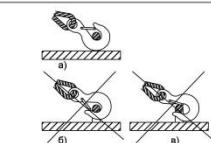

Рис. 2 Установка крюка стропа в пружине:
- Резиновые или металлические грабли группой(Рис.2, 3, 4);	При перевозке автогрузовиком, груз краном устанавливается на оперативную площадку. После отстропки груза и уборки захвата краном, водитель автогрузовика подъезжает к грузу и выводит вилы автопогрузчика в вертикальное положение, до упора в груз. Груз поднимают на высоту 200-300мм, и, при отсутствии крана, вилы вставляются в ту или иную горловину(за значительного смещения центра тяжести груза), перевозят груз на тяговых складах или устанавливают на грузовую площадку автомашинами.
После уборки транспортного крашенника, крановщик производят навешивание грузозахватов на перегружаемый груз. Стропальщики производят застропку груза чалочными крюками, такелажными скобами, стропами "тюль" и с затяжкой (Рис.2, 3, 4).	Тарно-штучные грузы отдельными местами складируются на открытых или в крытых складах, в зависимости от их физико-механических и химических свойств.